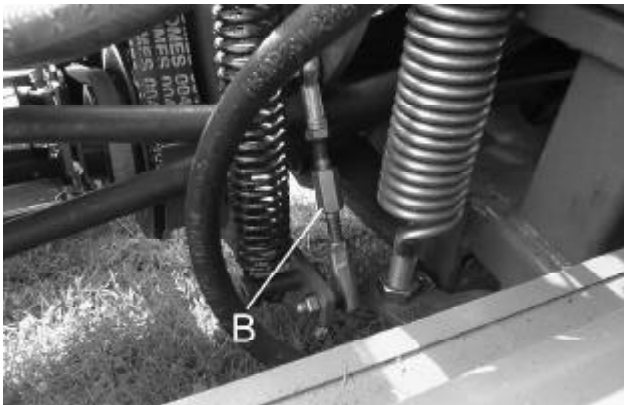

Fig.27.1
- (b) Die Länge der Einstellung (B, Abb. 27.1) bestimmen, um die korrekte Riemen Spannung zu erzielen. Der Riemen ist korrekt gespannt, wenn eine Durchbiegung von 7mm bei Anwendung einer Kraft von 3 kg halbwegs zwischen den beiden Rillenscheibenmitten erzielt werden kann.
- (b) Ställ in längden på justeraren (B fig. 27.1) för att få korrekt remspänning. Remmen är korrekt spänd om den kan tryckas in 7 mm med en kraft på 3 kg på en punkt mitt mellan remskivornas centra.
- (a) Die Einstellerverbindung (B, Abb. 27.1) um zwei volle Umdrehungen gegen den Uhrzeigersinn drehen.
- (a) Vrid justerlänken (B fig. 27.1) 2 hela varv motsols.